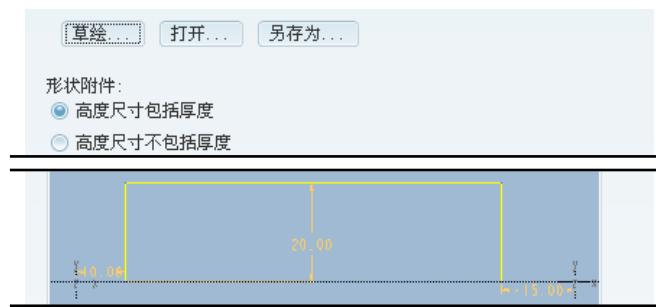

图11.2.15 “形状”界面
- Step6. 定义平整壁的形状尺寸。单击`形状`按钮，在系统弹出的界面中，分别输入数值20.0、-10.0、-15.0，并分别按Enter键，如图11.2.15所示。